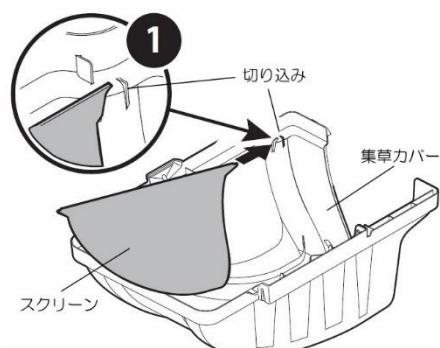

図9
- 図9のようすに、スクリーンを集草カバーの切り込みに差し込みます。